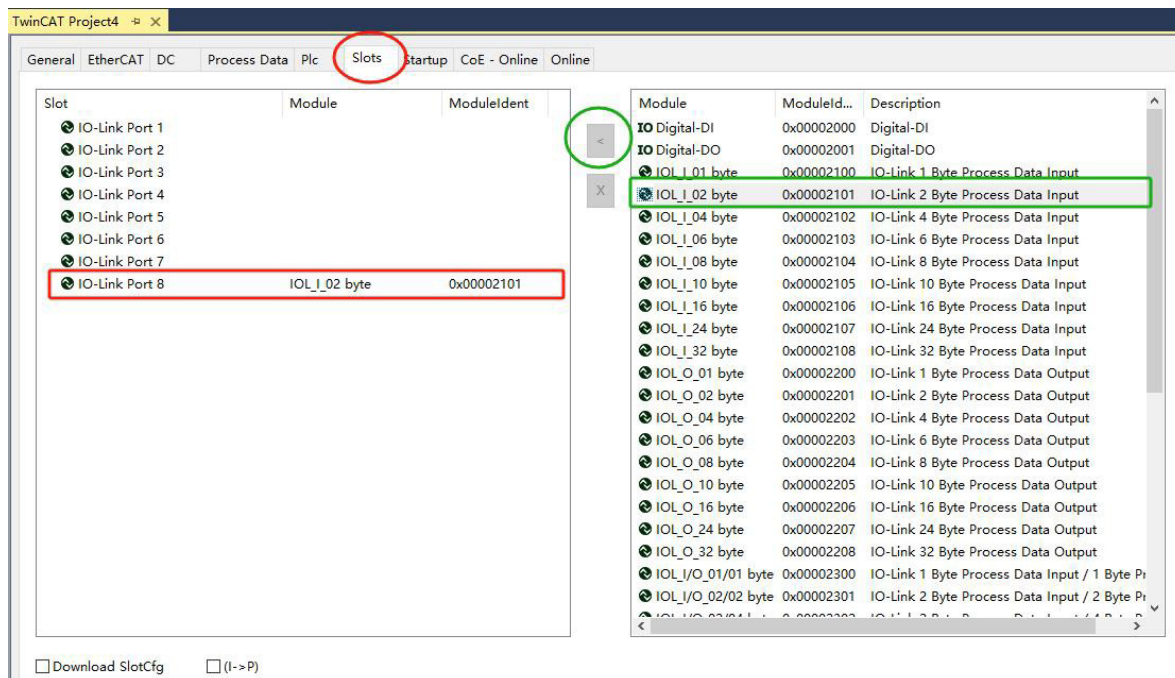

图1
- 1、如图 1 所示，选择椭圆红圈的 Slots，选中红框的 PORT8 端口，然后选择绿框的从站类型，再点绿色椭圆圈的 “<” 按钮即可配置 PORT8 连接的从站类型。